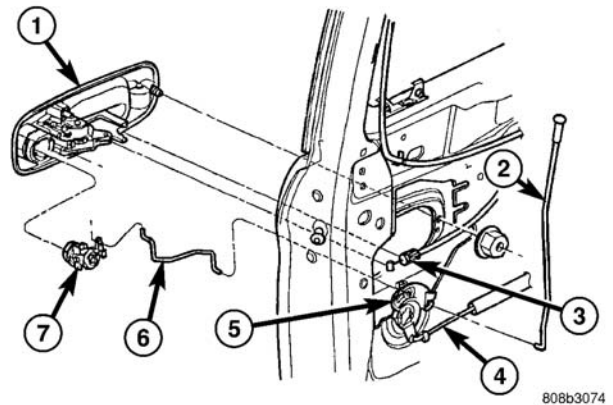

图 22 滑动门外部锁门释放把手
- （6）拆卸将外侧车门把手固定至外侧车门板的螺母（图 22）。